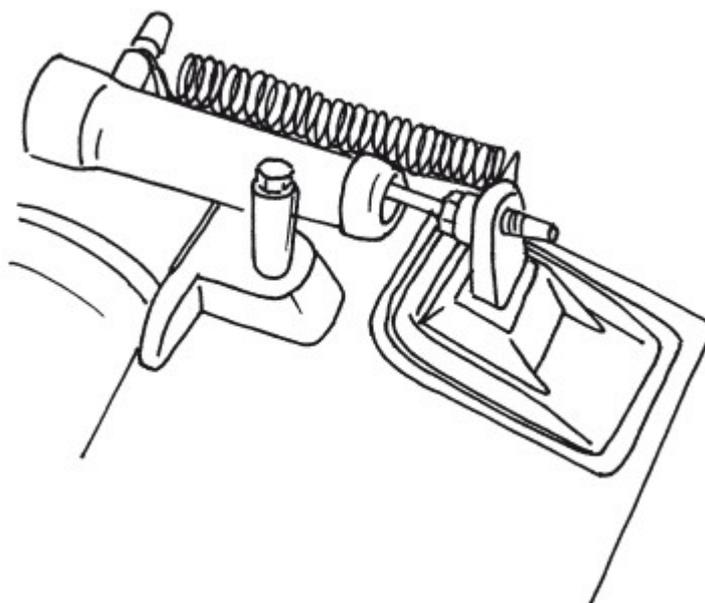

Рисунок 47. Толкатель вилки выключения положения сцепления
- смазать резьбу специальной смазкой (рис. 47).